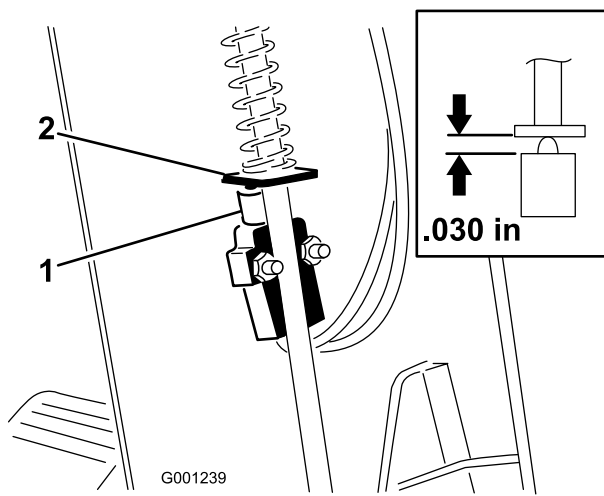

Figura 62
3. Mueva la cubierta por la columna de dirección para dejar expuesto el soporte del pivote (Figura 62).
5. Alinee el tope de la varilla del freno de estacionamiento con el émbolo del interruptor (Figura 62)
6. Presione hacia abajo la varilla del freno de estacionamiento y empuje hacia arriba el interruptor hasta que la longitud comprimida del émbolo del interruptor sea de 0,762 mm (Figura 62, detalle). Esta distancia se mide entre el tope de la varilla del freno y el alojamiento del émbolo del interruptor.